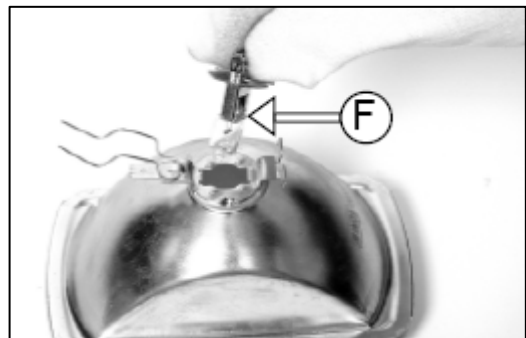

Fig. 149
5. Quite el foco (F) (Fig. 149).